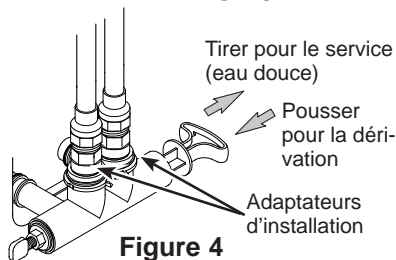
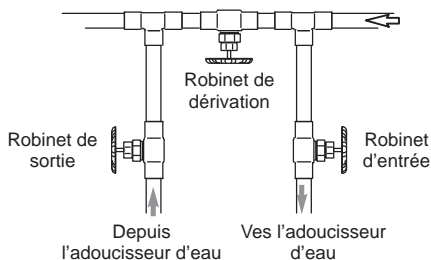
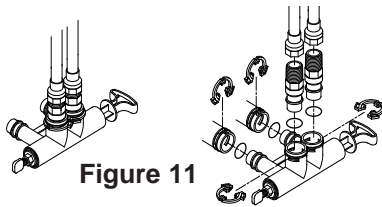

Figure 4
Figure 5
Figure 11
Installez toujours soit un robinet de dérivation simple (inclus, Figure 4), soit des pièces pour monter un système de dérivation à trois robinets (non incluses) offertes dans le commerce (Figure 5). Les robinets de dérivation vous permettent de fermer l'eau à l'adoucisseur pour l'entretien, si nécessaire, tout en maintenant la disponibilité de l'eau dans la maison.
Si vous installez un système de dérivation à trois robinets (Figure 5), la continuité électrique sera maintenue. Si vous installez un robinet de dérivation non métallique (Figure 11), veuillez vous reporter à la section Installation du fil de terre avant de couper le tuyau.
3. Mettez le robinet de dérivation à la position « bypass » (voir la Figure 4). Dans le cas d'un robinet simple, glissez la tige vers l'intérieur pour la dérivation. Dans le cas d'une dérivation triple, fermez les robinets d'entrée et de sortie et ouvrez le robinet de dérivation.